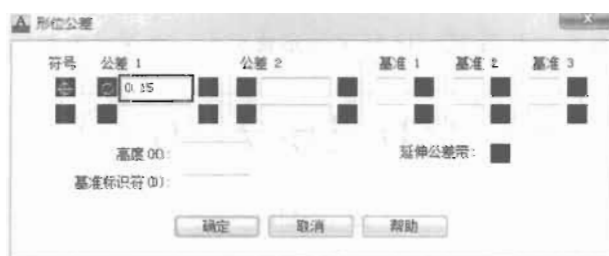

图 10-103
(5) 在“公差 1”域中的白色文本框里输入公差值，如图 10-103 所示。